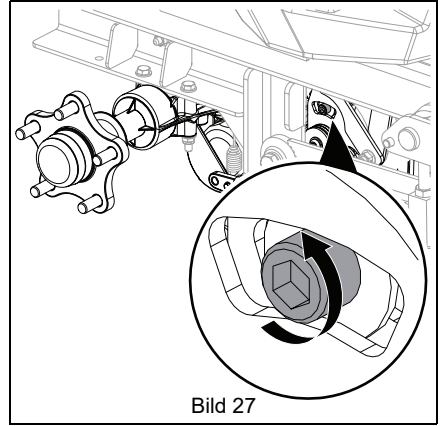

Bild 27
1. Lossa återgång till neutral-skraven på transmissionsaxeln. Se Bild 27.